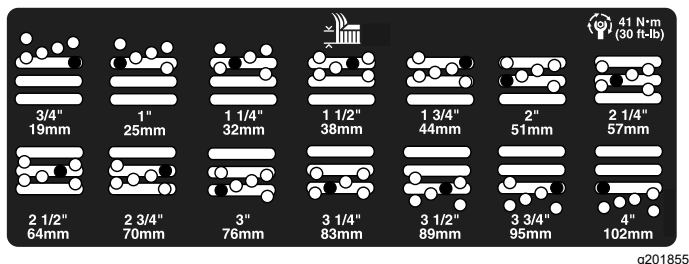

图 21
4. 在支撑起切割腔的同时取出隔片 (图 21)。
5. 将切割腔移至所需的剪草高度然后将隔片安装至指定的剪草高度孔和槽 图 21。